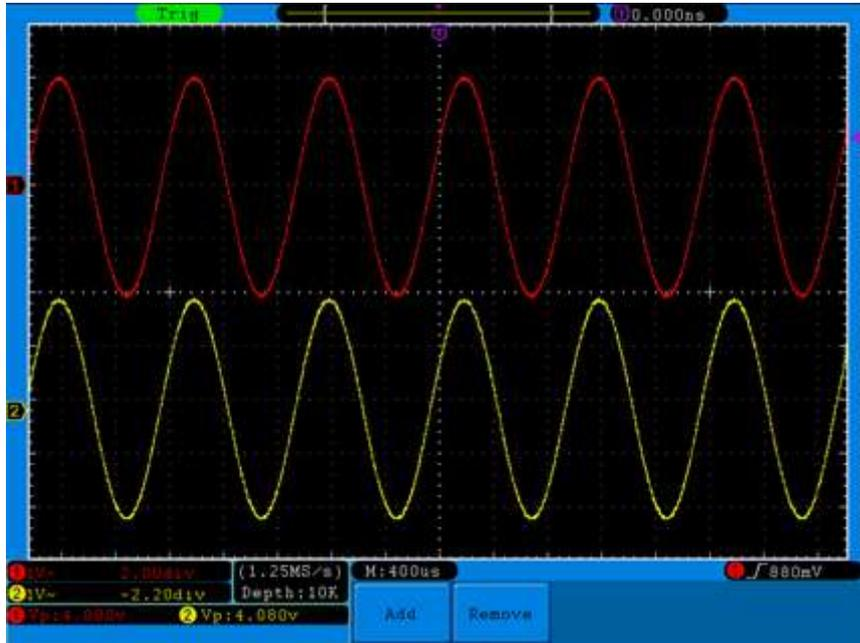

Figura 7-2 Forma de Onda da Medição de Ganho
- (1) Pressione o botão **Autoset** e o osciloscópio ajustará automaticamente as formas de onda dos dois canais para uma exibição apropriada.
- (2) Pressione o botão **Measure** para acessar o menu de medições.
- (3) Pressione o botão **H1**.
- (4) Pressione o botão **F2** e selecione **CH1**.
- (5) Pressione **F1**, gire o knob **M** e selecione **PK-PK**.
- (6) Pressione **F2** e selecione **CH2**.
- (7) Pressione o botão **F1** novamente e gire o knob **M** novamente para selecionar **PK-PK**.
(8) Leia as tensões de pico a pico dos canais CH1 e CH2 no canto inferior esquerdo da tela (veja Figura 7-2).
(9) Calcule o ganho do amplificador de acordo com as fórmulas a seguir: